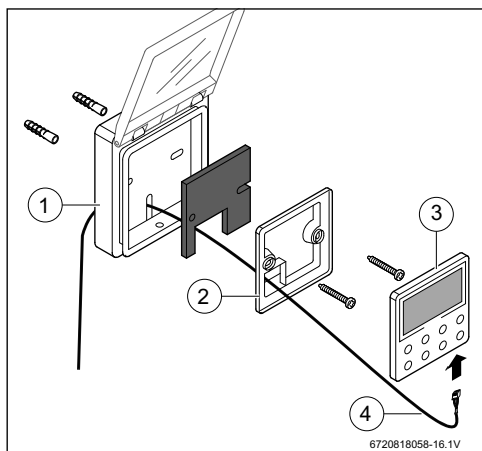

Fig. 43 Schéma de montage pour le boîtier de protection du module de commande
- ▶ Tenir compte du schéma de montage indiqué dans la figure 43.